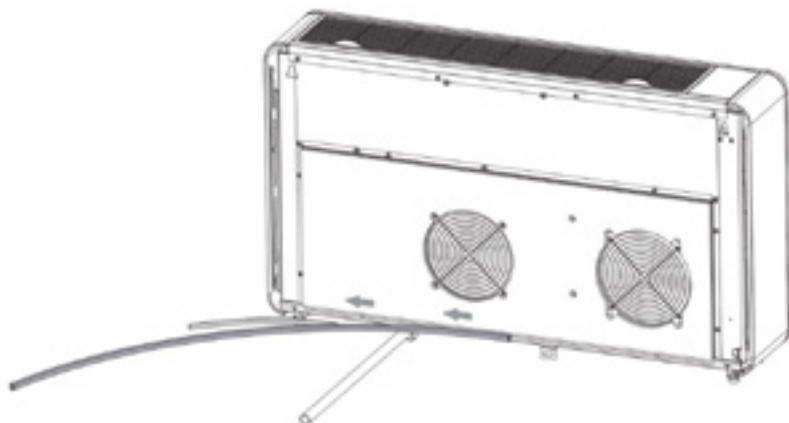

Figura 1
1. A fita de selagem deve ser aplicada ao longo da borda da máquina, como se mostra na Figura 1.